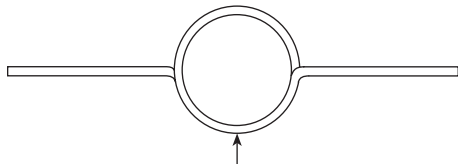

Abb. 11 Zur Befestigung an der Elektrodenspitze zusammendrücken (zum Entspannen der Spule)
2. Die Elektrode (falls installiert) entfernen und ein Paar Prüfdrähte am Ende der Elektrodenspitze in einem Winkel von 90° zueinander und maximal 10 mm (3/8") vom Ende der Spitze entfernt anbringen – siehe Abb. 11 und 12.